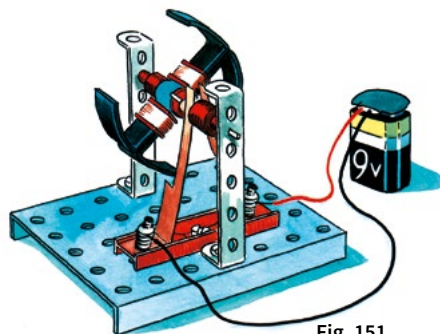

Fig. 151
- Nous raccordons le rotor à la pile par l'intermédiaire des balais (ou des charbons) suivant le schéma de la fig. 151.